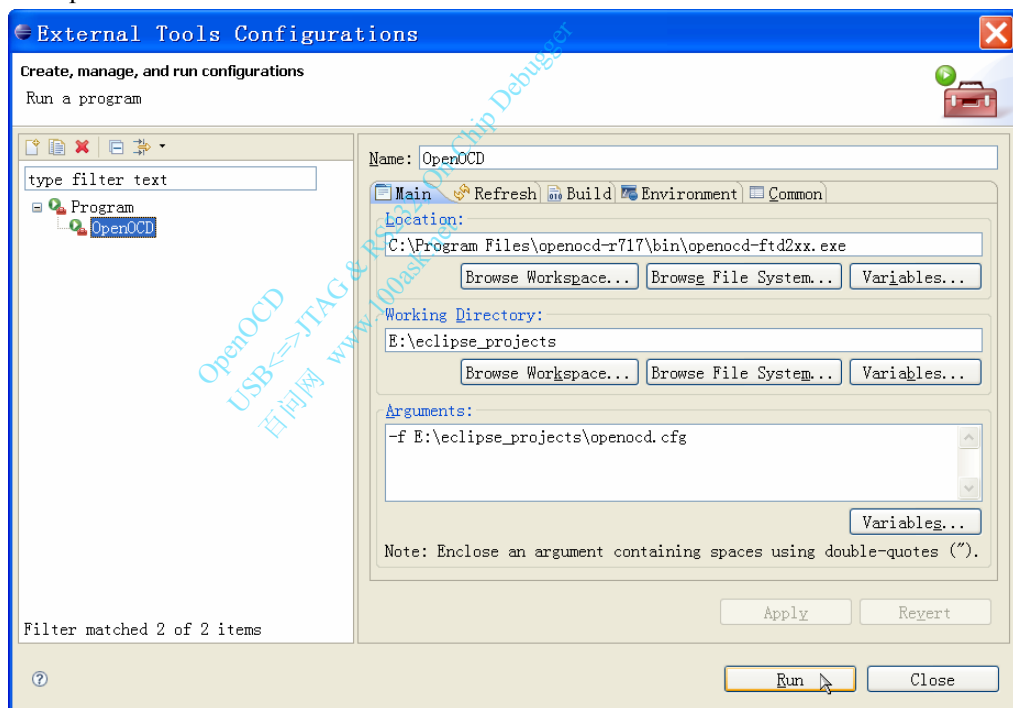

图 2.47 在对话框里通过按钮启动 OpenOCD
(3) 调试程序：
① 在调试程序之前，需要先启动 OpenOCD，有两种方法：
b. 如果参照“(2) 配置 Eclipse 的外部工具”配置了外部工具，则可以点击图标右边的小箭头，选择“External Tools Configurations...”，进入如图 2.47 所示的界面，然后点击“Run”按钮启动 OpenOCD。